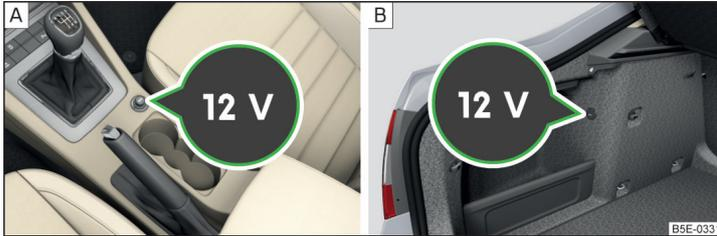

Abb. 94 Abdeckung der 12-Volt-Steckdose: in der Mittelkonsole vorn / im Gepäckraum
- Zum **Gebrauch** die Abdeckung der Steckdose abnehmen » Abb. 94 - **A**) bzw. die Abdeckung der Steckdose öffnen » Abb. 94 - **B**).